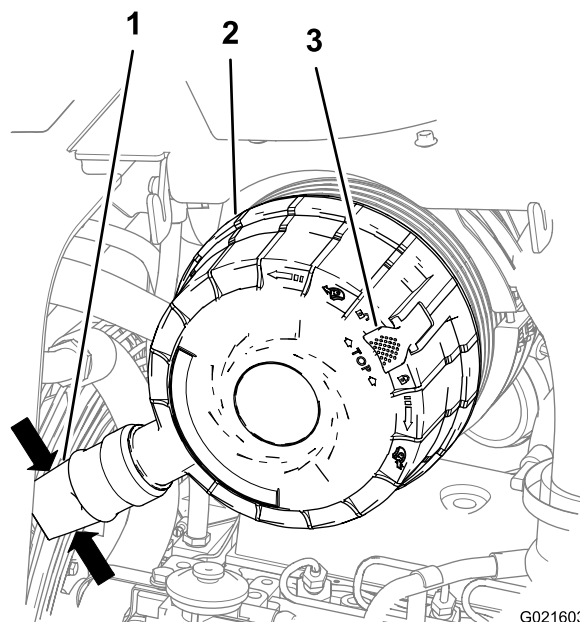

Рисунок 46
Сожмите пыленепроницаемый клапан, чтобы удалить любые скопления воды, пыли или грязи из клапана (Рисунок 46).
2. Потяните защелку крышки воздухоочистителя наружу (Рисунок 46).
3. Поверните крышку фильтра воздухоочистителя по часовой стрелке, чтобы пыленепроницаемая крышка была в положении «8 часов» (Рисунок 46).
4. Нажмите защелку на крышке фильтра воздухоочистителя в направлении вовнутрь, чтобы она полностью зафиксировалась на месте (Рисунок 46).